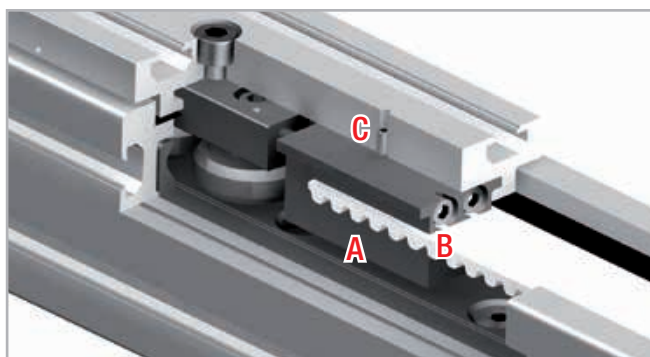

Fig. 65
1. Allentare le viti di sicurezza C (in alto sul cursore) dell'unità di tensionamento della cinghia A (vedi fig. 65).